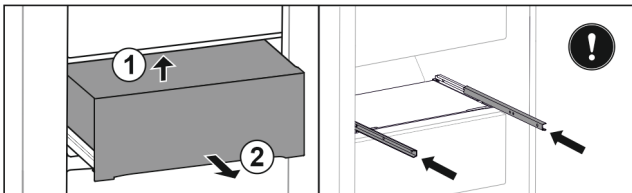

Fig. 133
- ▶ Schubfach von unten hinten anheben. Fig. 133 (1)
- ▶ Schubfach nach vorne entnehmen. Fig. 133 (2)